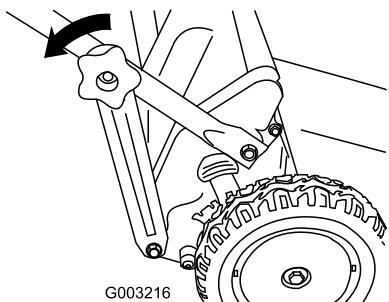

Figura 15
1. Togliete le manopole dalla sezione inferiore della stegola, che attaccano le estremità inferiori della stegola alle staffe (Figura 15).